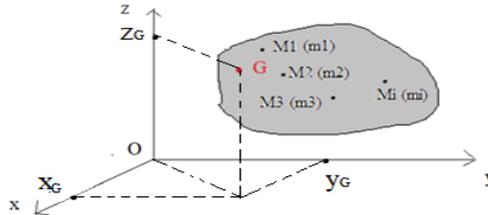

Figure III.7
soit un système (S) de N points matériels de (m_i) (Figure III.7) ou :